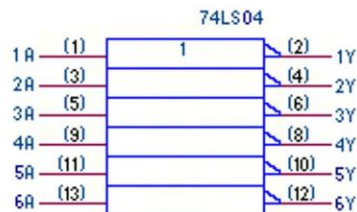

Figura 5 - Hex Inverter 74LS04: Simbolo logico ANSI/IEEE Std. 91-1984
- il *simbolo logico* (*Logic Symbol*), di solito poco intuitivo e molto diverso da quello utilizzato tradizionalmente (*Figura 5*) ma riconosciuto come *standard* dalle commissioni internazionali e codificato nel documento *ANSI/IEEE Std. 91-1984* e incluso nella pubblicazione *IEC 617-12*